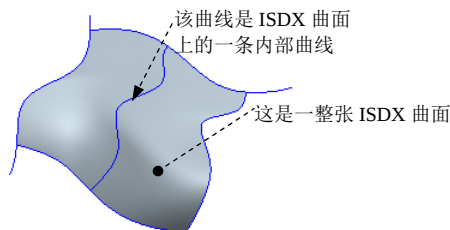

图 10.4.25 模型
可以用 ISDX 曲面上的一条或多条 ISDX 曲线来修剪该曲面。例如在图 10.4.25 中，中间一条 ISDX 曲线是 ISDX 曲面上的内部曲线，可用这条内部曲线对整个 ISDX 曲面进行修剪。下面以此例说明 ISDX 曲面修剪的一般操作过程：
(1) 单击视图工具栏中的  按钮，将模型设置为着色显示状态。
(2) 单击图工具栏中的  按钮，在弹出的界面中取消选中  轴显示、 坐标系显示 和  平面显示 复选框，使基准轴、坐标系和基准平面不显示。
(3) 单击  按钮，选择 VIEW_1 视图。此时模型如图 10.4.25 所示。
(1) 单击“曲面修剪”按钮  曲面修剪。
(2) 在系统  选择要修剪的面组。 的提示下，选取图 10.4.25 中的 ISDX 曲面为要修剪的曲面。
(3) 单击  图标后的  单击此处添加项 字符，选取图 10.4.25 所示的内部 ISDX 曲线为修剪曲线。